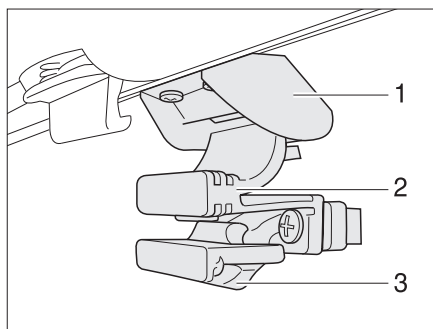

Fig. 48 Finestra nella porta di ingresso
- Premere la sicura (Fig. 48,3) verso il lato posteriore.
- Comprimere la maniglia (Fig. 48,2) e spingere la finestra verso il basso.
- Spingere la finestra verso l'alto fino a far innestare la maniglia (Fig. 48,2) nel bloccaggio (Fig. 48,1).